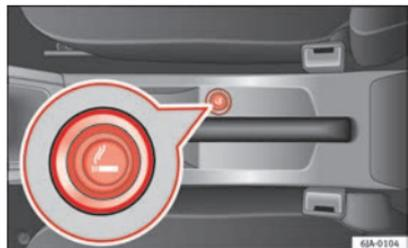

Fig. 85 Consola central:
El encendedor se encuentra en la parte delantera de la consola central ⇒ fig. 85.
- Presione el encendedor ⇒ fig. 85.